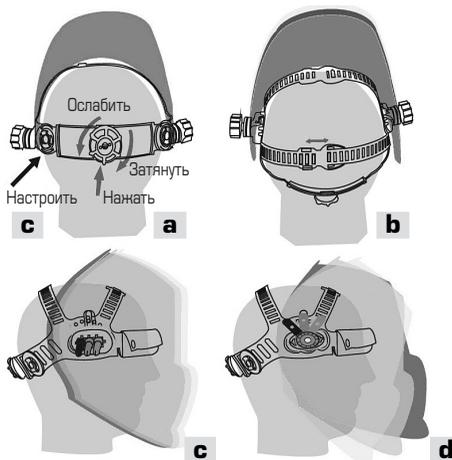

Рис. 1 Настройка удобства работы
a) Наденьте маску на голову. Нажмите регулируемую ручку вниз (в заднем положении головы), одновременно вращая ее против часовой стрелки, чтобы увеличить длину окружности обруча, или по часовой стрелке, чтобы уменьшить длину окружности головного обруча (см. рис. 1а).
b) Настройте оптимальную глубину маски (см. рис. 1б).
с) Настройте расстояние между маской и лицом (см. рис. 1с).
б) Настройте положение ограничения угла на маске (см. рис. 1д).
е) Настройте угол обзора (см. рис. 1а).